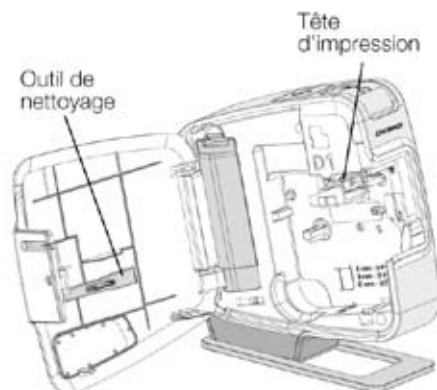

Figure 7
- 4 Retirez l'outil de nettoyage se trouvant à l'intérieur du couvercle. Voir Figure 7.